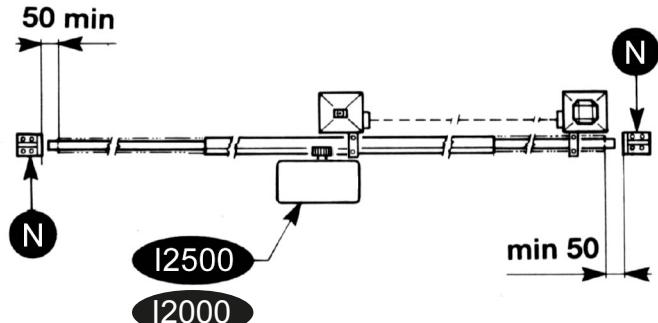

FIG. 2
- Ausser der elektrischen und mechanischen Endschalter, die mit der Steuerung verbunden werden ist es ratsam einen festen Endanschlagpunkt am Boden zu befestigen. Der im gegeben Fall einer Fehlfunktion der elektronik den Antrieb mit seinen kinetischen und statischer Groesse zum halten bringt (N) (Fig. 2). Es ist notwendig, am Ende der Führung zwei mechanische Stopvorrichtungen zu befestigen (N) (Fig. 2).